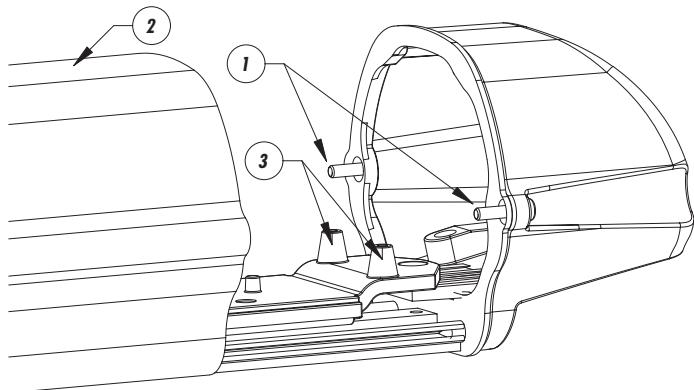

Fig. 1
3. Den Lüfter mit den mitgelieferten Schrauben (12) mit nach innen gerichtetem Luftfluß am Boden befestigen (11). Normalerweise sind die Böden, die für den Einbau des Lüfters vorgesehen sind, mit einem Luftzufluss-Filter, anstatt eines der drei M16-Kabelschellen, ausgestattet.
4. Die gedruckte Schaltung an der auf dem Schlitten vorgesehenen Stelle (3) in der Nähe der Rückwand befestigen (Fig. 1).